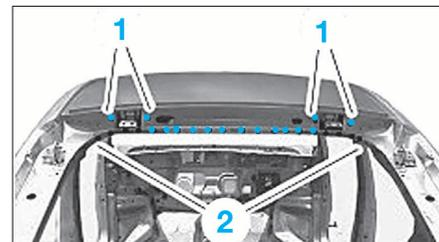

FIG. 121
• Dépointer (1) et (2) (Fig.121).